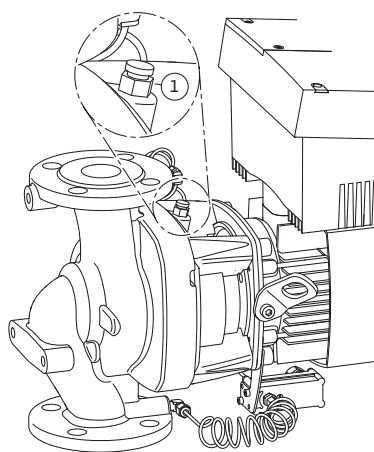

fig. 44: Valvola di sfiato
6. Scaricare completamente la pressione dalla pompa aprendo la valvola di sfiato (fig. 44//, pos. 1).